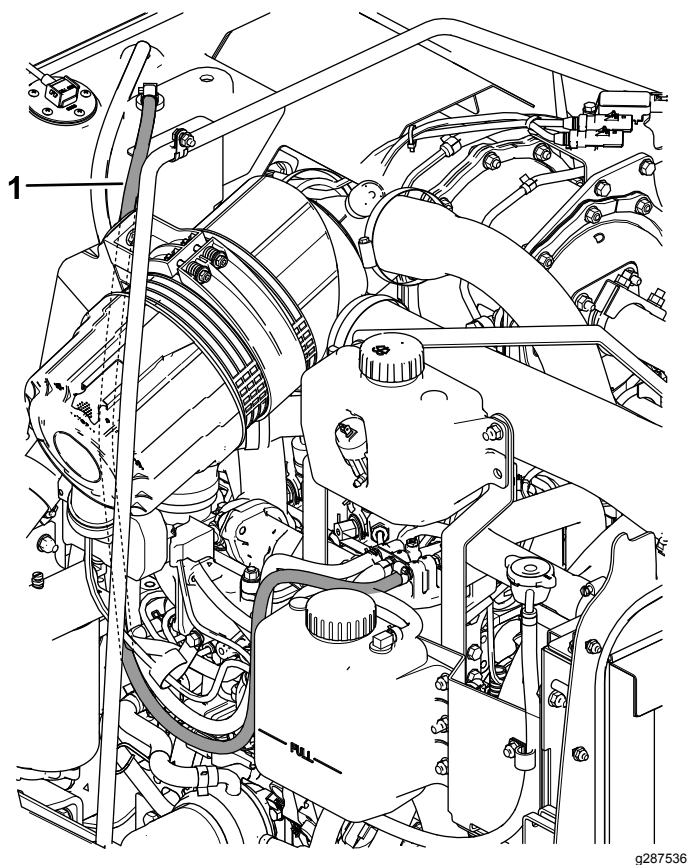

Figura 2
1. Remova o tubo de combustível existente mostrado na Figura 2.